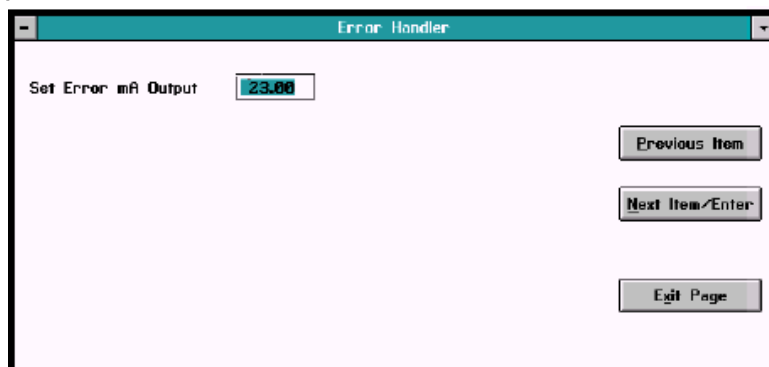
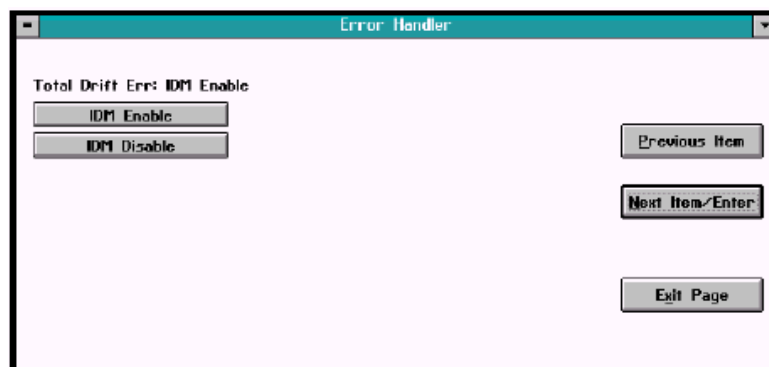

図 3-25 Error mA Output 入力ウィンドウ
図 3-26 IDM Enable/Disable ウィンドウ
*mA Enable* をクリックすると、3-15 ページの図 3-25 のようなウィンドウが表示されます。
テキストボックス内に希望の mA 出力誤差を入力し、*Next Item/Enter* をクリックして入力を確定します。図 3-26 に示すように、プログラムから確認を求めてきます。
*mA Enable* をクリックすると、ウィンドウ上に図 3-25 のようなテキストボックスが表示されます。テキストボックス内に希望の mA 出力誤差を入力し、*Next Item/Enter* をクリックして入力を確認します。図 3-26 に類似したウィンドウに示すように、プログラムから確認を求めてきます。*IDM Enable* をクリックすると、ドリフト誤差が有効となります。（*Previous Item* または *Exit Page* をクリックすると、出力を変更せずにウィンドウを終了します。）なお、*mA Disable* をクリックするとふたたび IDM から確認を求めてきます。*IDM Disable* をクリックすると、ドリフト誤差が無効となります。IDM は *Error Handler* ウィンドウへ戻ります。